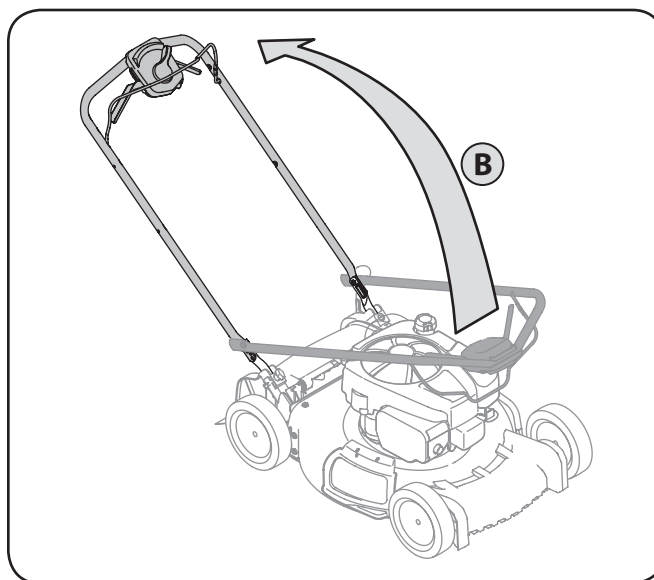

Figura 3-2
- b. Si bien la estabilización de cortacésped por lo que no se mueve, pivote asa superior como se muestra en la figura. 3-2. No engarzado cable mientras levanta la palanca hacia arriba y asegurarse de que van en la parte exterior de la manija.